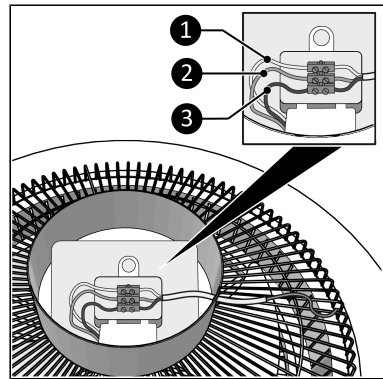

Abbildung 40.
- Brauner Draht: stromführend (Abbildung 40, Pos. 3);
- Gelbgrüner Draht: Erde (Abbildung 40, Pos. 2);
- Blauer Draht: Neutral (Abbildung 40, Pos. 1).